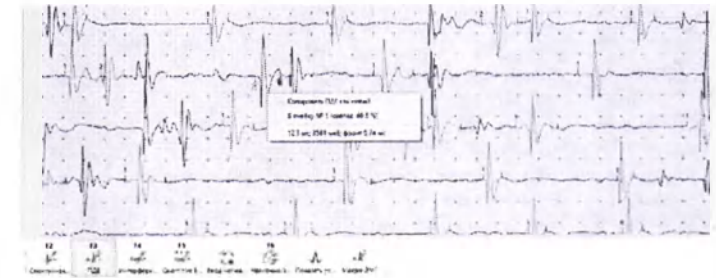

Рис. 179. Ручное выделение ПДЕ из нативной кривой
8. При необходимости при просмотре нативных кривых можно дополнительно в ручном режиме выбрать потенциалы двигательных единиц. Для этого выберите потенциал, который не отмечен как выбранный, щелкните левой кнопкой мыши, одновременно нажав клавишу [Alt]. Будет выделен потенциал и выведено дополнительное контекстное меню «Копировать ПДЕ как новый» или «В ячейку №...», где будет указан процент совпадений (рис. 179).